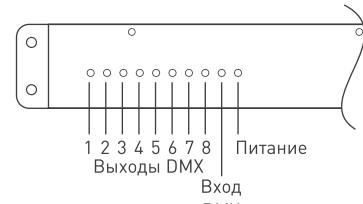

Рис. 4. Индикаторы дистрибутора.
- 3.7. Включите питание и проверьте работу оборудования. Назначение светодиодных индикаторов приведено на Рис. 4.